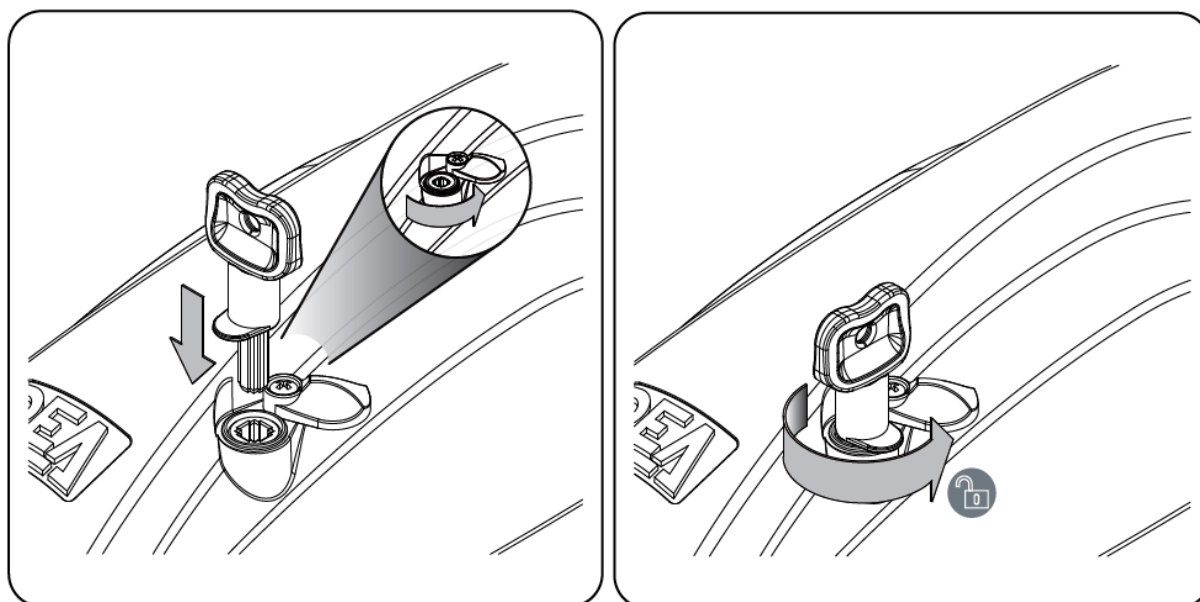

Rys. 11
14. Do przygotowanych punktów montażowych w słupach przykręcamy uchwyty siłownika bramy. Używamy w tym celu śrub M12x30 z podkładkami sprężynowymi M12 (Rys. 11)